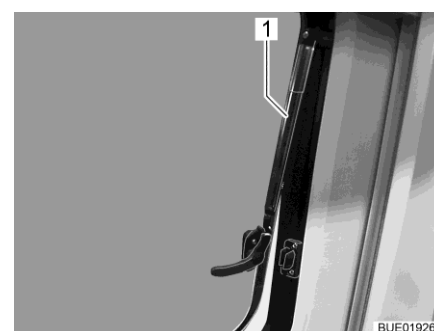

Fig. 14 Finestra apribile con deflettori automatici, aperta
- Aprire la finestra apribile fino alla posizione desiderata. Fissare la finestra apribile facendo innestare autonomamente il deflettore automatico (Fig. 14,1).